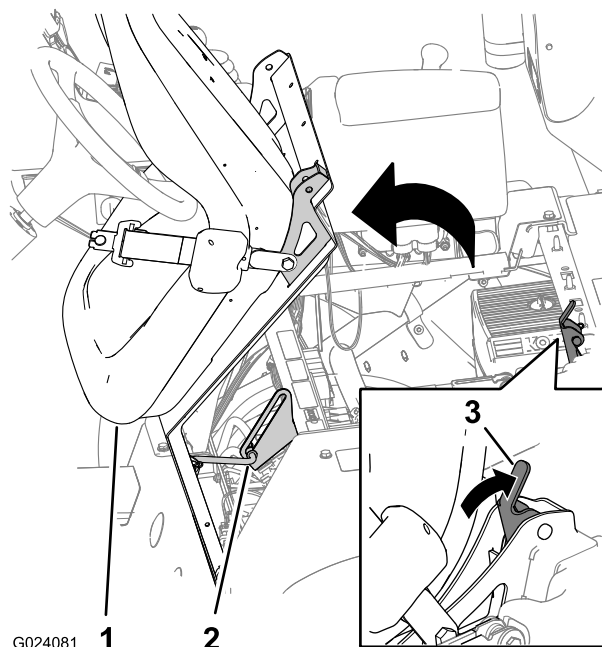

Figura 3
1. Sbloccate il sedile spingendo la maniglia di blocco del sedile all'indietro (Figura 3).
2. Ruotate il sedile e la piastra in avanti fino a quando l'estremità dell'asta di supporto nella relativa staffa non si trova nella parte inferiore della scanalatura della staffa (Figura 3).